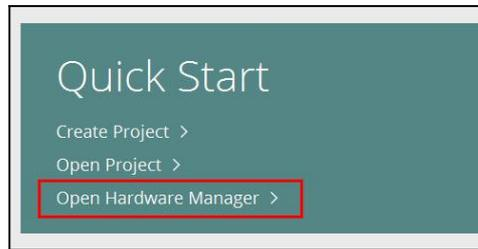

Рис. 2-5 Запуск Hardware Manager
7. На стартовой странице программы *Vivado Lab 2018.3* в группе «Quick Start» нажать «Open Hardware Manager» (Рис. 2-5).